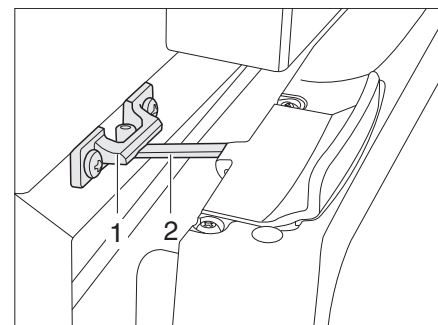

Bild 255 Kälteboxtür in Lüftungsstellung (Thetford)
- Verriegelung (Bild 255,2) aufklappen und in der Verriegelungsaufnahme (Bild 255,1) einrasten. Die Kälteboxtür bleibt damit leicht geöffnet.